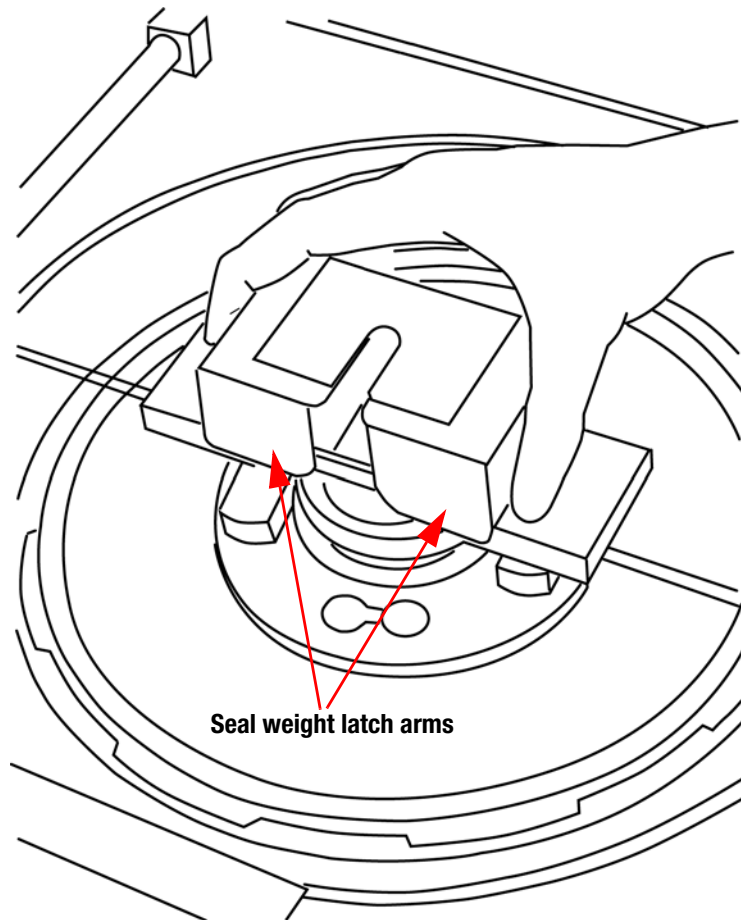

Figure 6-4: Lifting the seal weight
- 17** Nâng nhẹ seal weight để cánh tay seal weight latch trượt khỏi nhựa của lắp (Figure 6-4), và mở nắp trượt